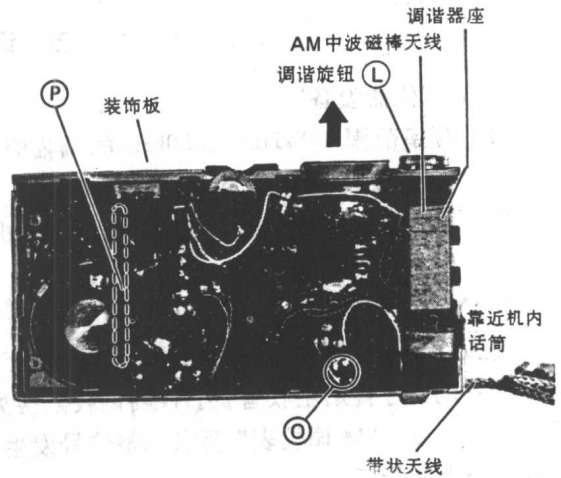
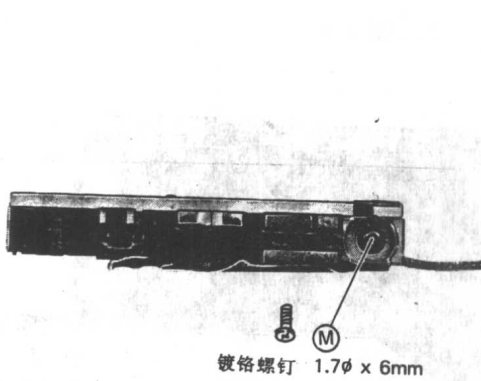

图 1-8
图 1-9
见图 1-8, 拆下调谐旋钮⑬。见图 1-9, 拆下位于旋钮之下的螺钉⑭。
见图 1-8, 拆开导线⑯, 拆下天线带。然后沿图 1-8 中箭头方向松开电路板, 保持中波磁棒天线及调谐器支架不动, 往上提起印刷电路板靠近扬声器侧⑰, 即可拆开主印刷电路板。